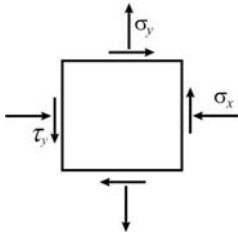

Рис. 2.12
**2.12.** По граням элемента действуют напряжения, как указано на рисунке, равные  $\sigma_x = 40$  МПа,  $\sigma_y = 20$  МПа,  $\tau_y = 30$  МПа. Найти направление, по которому отсутствует линейная деформация, если  $\nu = 0,25$  (рис.2.12).